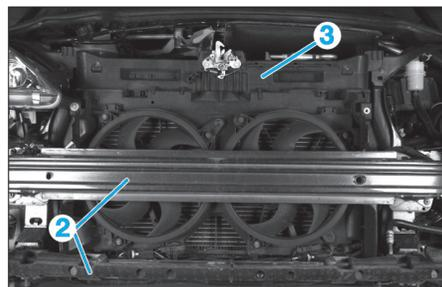

Fig. 67
- les deux traverses avant (2) (Fig.67),
- le support de motoventilateurs (3) après avoir débranché et dégrafé les différents éléments fixés dessus,